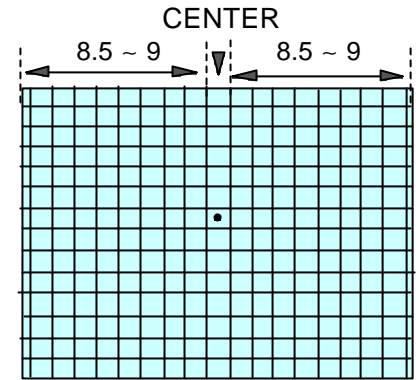

Fig.1-4
2. 左右のマス目の数が SPEC 内となるように SFR601 を調整する。(Fig1-4)